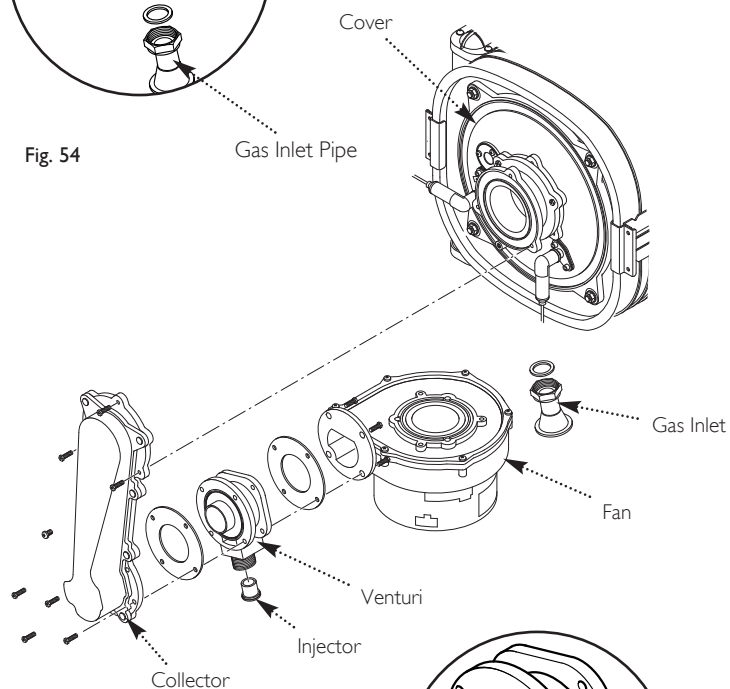

Fig. 55
13.5 Venturi (Fig. 55)
13.6 Injector (Fig. 55)